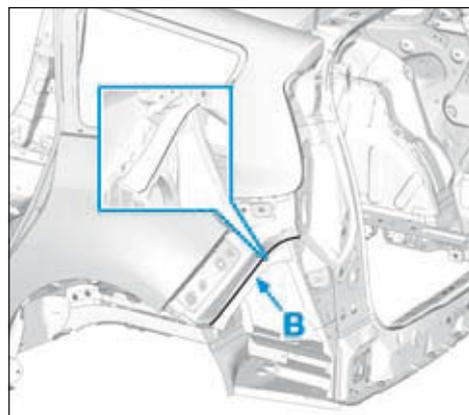

FIG.140
- Respecter la ligne de coupe (B) (Fig.140).